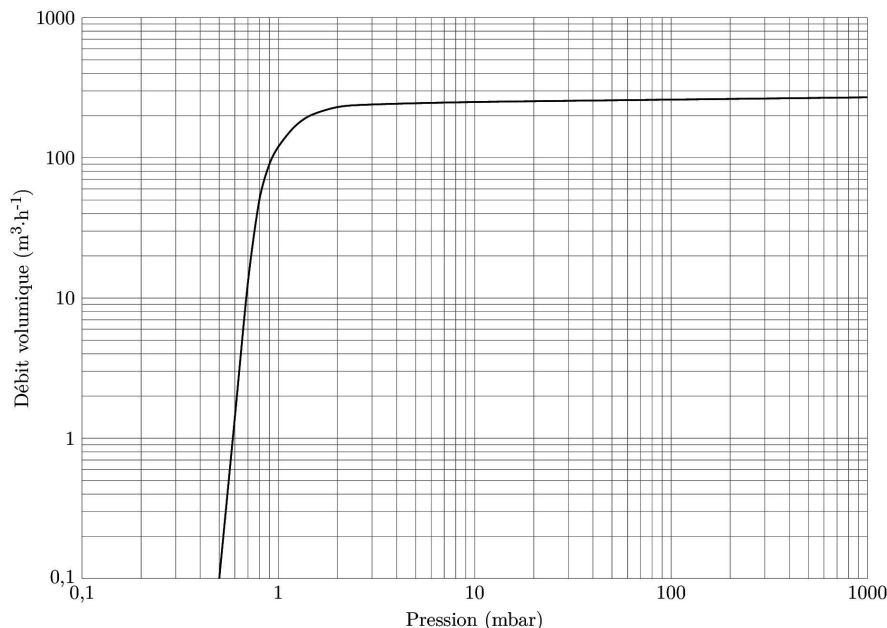

Figure 2 Caractéristique de la pompe Becker U 4.300³
- I.A.2)** La figure 2 présente la caractéristique (c'est-à-dire le débit volumique D en fonction de la pression P dans le réservoir) d'une pompe à palette à gros débit.
- b) On fait l'hypothèse qu'un volume d'air V_f , à la pression P_0 et à la température T , est réintroduit dans le réservoir à chaque cycle de pompage. Montrer que cette hypothèse permet de mieux rendre compte de la caractéristique de la pompe donnée figure 2.
- e) Est-ce que la modélisation du fonctionnement de la pompe à palette faite à la question b) permet de rendre compte correctement de la caractéristique présentée à la figure 2 ?
On installe N pompes identiques placées tous les 2 km du trajet. La caractéristique $D = f(P)$ de ces pompes est celle présentée en figure 2.
I.B.3) Déterminer les valeurs numériques du volume V du tube et du nombre N de pompes. Puis en utilisant la figure 2, calculer numériquement le temps nécessaire pour atteindre la pression $P = 2$ mbar dans le tube à partir de la pression atmosphérique.